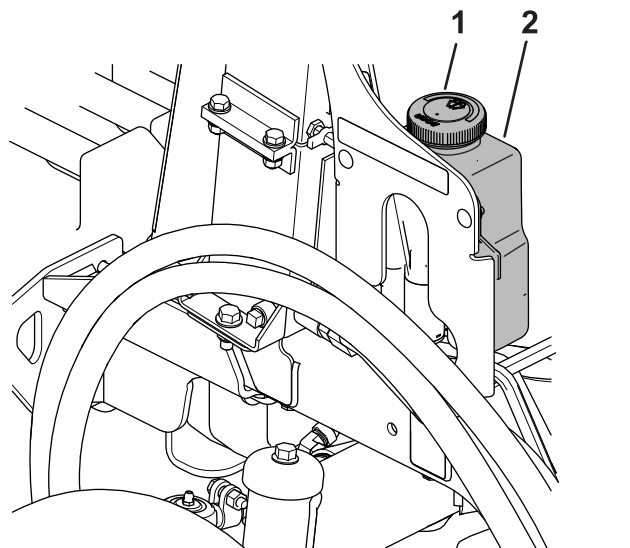

Figura 90
1. Togliete il tappo (**Figura 90**) dal serbatoio.